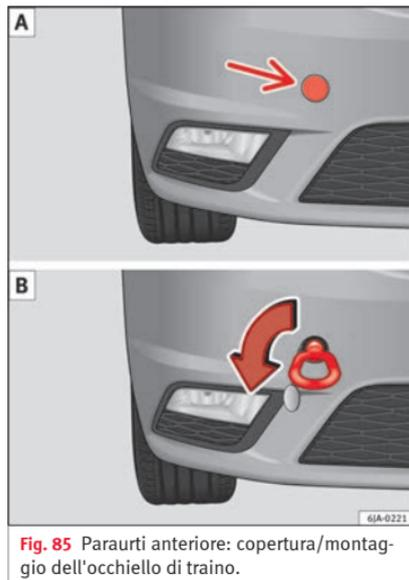

Fig. 85 Paraurti anteriore: copertura/montaggio dell'occhiello di traino.
- Premere sulla zona sinistra della copertura dove è situata la freccia » » **fig. 85 A**.
- Avvitare a mano l'occhiello da traino girandolo a fondo verso sinistra » fig. 85 [B].